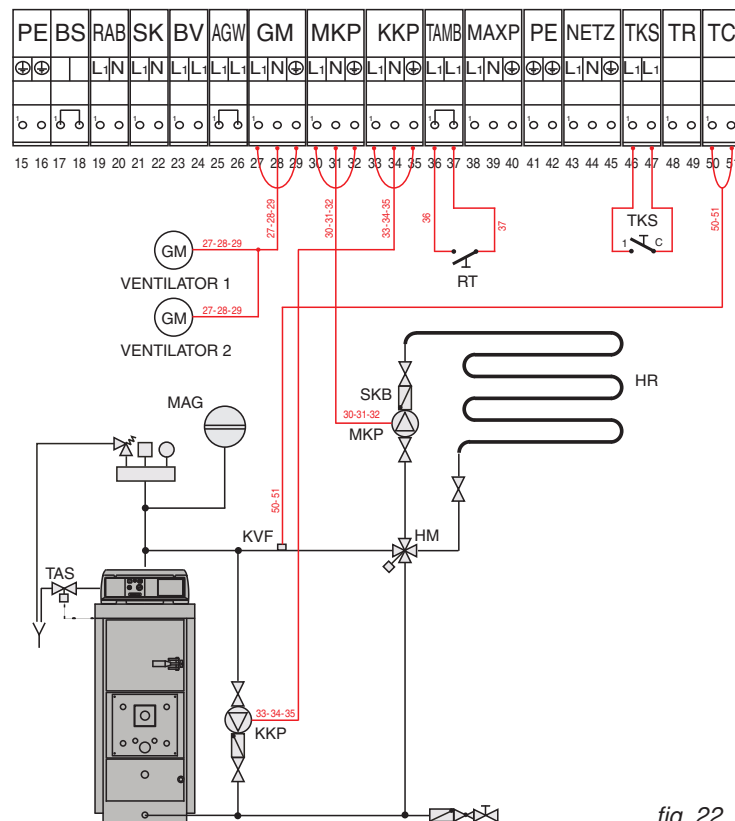

fig. 22
- Das Ventilatorkabel mit 3-pol.Stecker (3) wird durch die rückseitige Kabeldurchführung im linken Seitenteil, über die Kesselisolation zum Schaltfeld geführt und Stecker Kessel-rückseitig an den Halter (1) verschraubt. Anschließend den Ventilator- Stecker mit dem Buchsen- teil verbinden.
- **Der elektrische Anschluss erfolgt an die Schaltfeld-Klemmleiste, Kap. 3.10, siehe Seite 20 / 21 - fig. 22 bis 25, für Schaltfeld "STANDARD", Cod. Nr. 22168 sowie in**